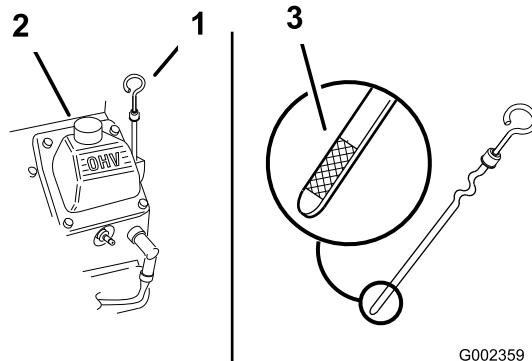

图 16
3. 清洁量油尺周围的区域 图 16 防止灰尘落入注油孔并损坏发动机。
4. 拧下量油尺并将端部擦拭干净 图 16。
5. 将量油尺完全滑入加油管但切勿旋回管子 图 16。
- 慢慢向加油管 图 16 注入规定油量的大约 80%。